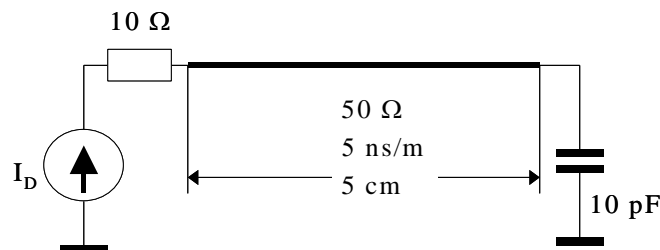

Figura 3
Finalment, la entrada del receptor es pot considerar com una capacitat de 10 pF. Amb tot això, el circuit de la figura 1 queda com es mostra a la figura 3.
3. A la vista del circuit de la figura 3, calcular el temps que triga l'entrada del receptor en arribar a una tensió $V_{IH} = 2.4V$. Justificar l'aproximació emprada.